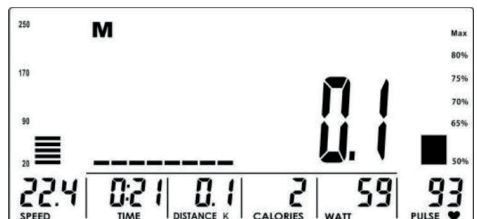

Abbildung 9
5. Drücken Sie START / STOP, um das Training zu starten. Während des Trainings können Sie den Lastpegel mit den UP / DOWN-Tasten verringern oder erhöhen. Das Lastniveau (Widerstandsniveau) wird im WATT-Fenster angezeigt. Ohne Einstellung wird für 3 Sekunden auf die WATT-Wertanzeige umgeschaltet (Abb. 9).